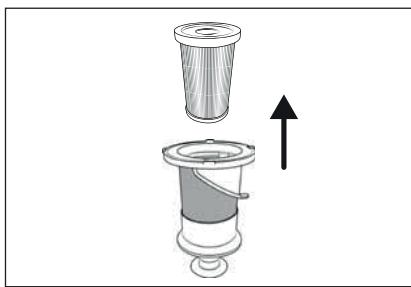

Fig. 21
- 4) Rimuovere il filtro EPA 5 dal filtro in acciaio inox 6 afferrando il filtro EPA 5 dall'apertura e tirandolo fuori dal filtro in acciaio inox 6 (vedere fig. 21).